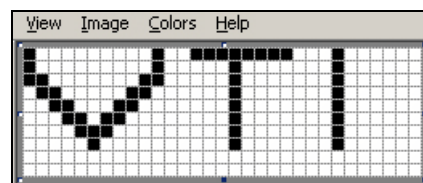

Abbildung 5-46: In Microsoft Paint erzeugtes Logo
- 6 Erstellen Sie das Logo auf der Seite (siehe Abbildung 5-46).